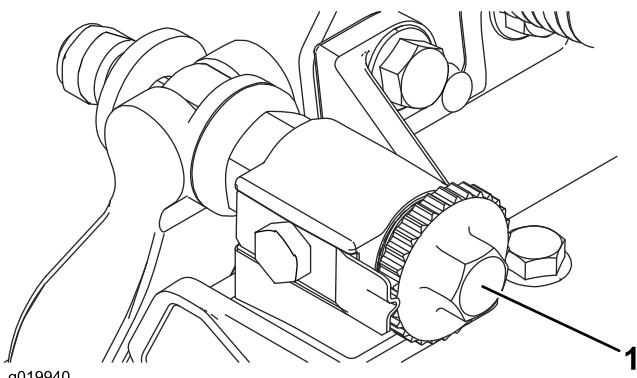

Figura 16
- Coloque la unidad de corte en una superficie de trabajo plana y nivelada. Gire los tornillos de ajuste de la barra de asiento en el sentido contrario a las agujas del reloj para asegurarse de que la barra no esté en contacto con el molinete (Figura 16).